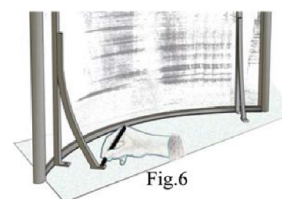

Fig.6
1. Położyć zadaszenie na kartonie (Można wykorzystać opakowanie zadaszenia) i zaznaczyć położenie otworów wsporników (rys.6). Wykonać otwory w zaznaczonych miejscach.